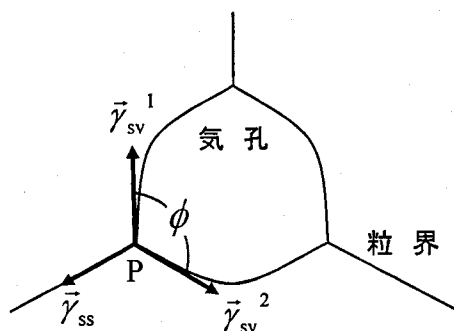

図 5-2-1 粒子に取り囲まれた気孔の 2 次元モデル
- (a) 次の①～⑤に適当な語句あるいは式を入れて文章を完成しなさい。ただし、ベクトル $\bar{\gamma}_{sv}^1$, $\bar{\gamma}_{sv}^2$, $\bar{\gamma}_{ss}$ の大きさを、それぞれ γ_{sv}^1 , γ_{sv}^2 , γ_{ss} とする。
焼結の後期段階では、図 5-2-1 に示した 2 次元モデル図のように気孔が粒子に取り囲まれた状態が現れる。気孔表面と粒界の交点 P には、2 つの ① 張力 $\bar{\gamma}_{sv}^1$, $\bar{\gamma}_{sv}^2$ と粒界の ② 張力 $\bar{\gamma}_{ss}$ が作用している。① 張力 $\bar{\gamma}_{sv}^1$ と $\bar{\gamma}_{sv}^2$ は大きさが同じ ($\gamma_{sv}^1 = \gamma_{sv}^2 = \gamma_{sv}$) であり、それらが作る角度 ϕ は二面角と呼ばれている。平衡状態に達すると、3 つの張力 $\bar{\gamma}_{sv}^1$, $\bar{\gamma}_{sv}^2$, $\bar{\gamma}_{ss}$ の間には等式 ③ が成立し、このときの二面角を ϕ_0 とすると、 ϕ_0 , γ_{sv} , γ_{ss} の間に次の関係式が成り立つ。